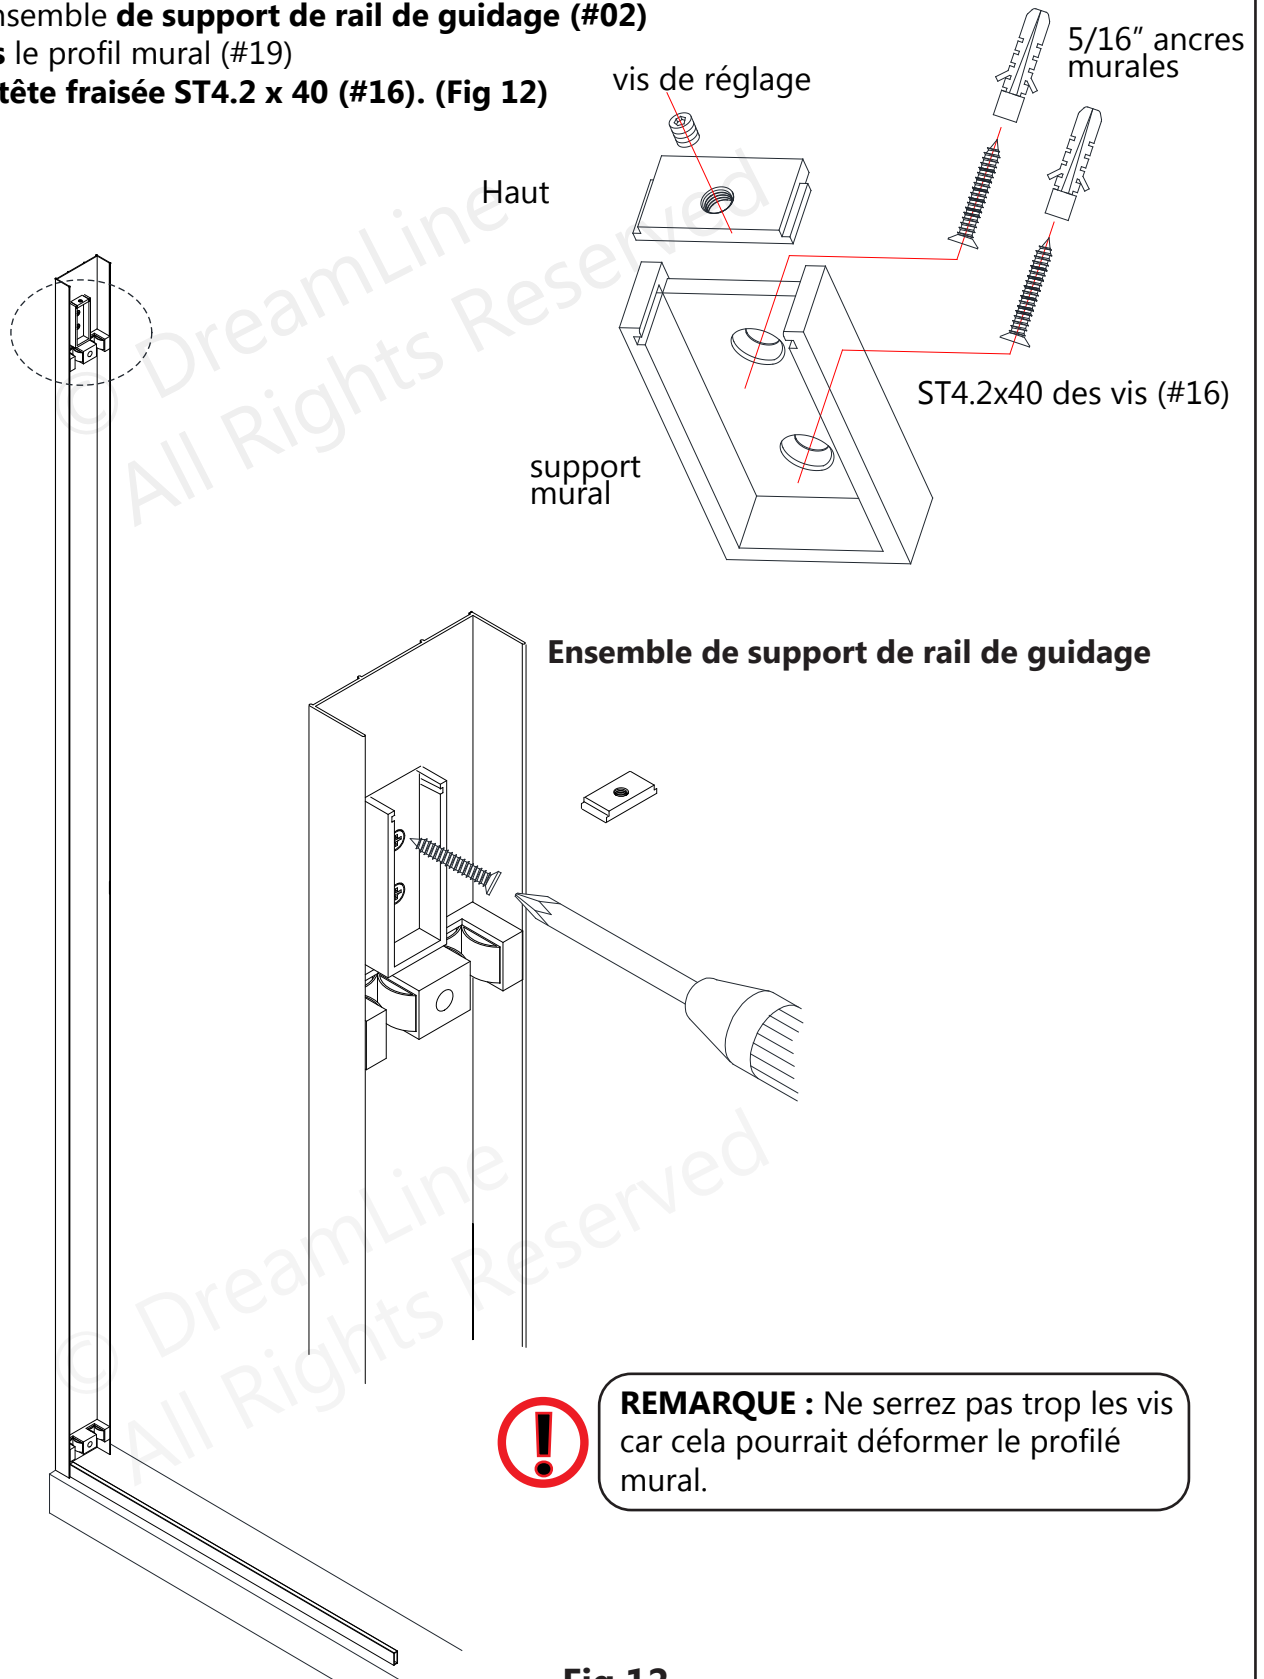

Fig 12
12. Retirez le haut de l'assemblage **du support du rail de guidage (#02)**. Alignez l'assemblage **du support du rail de guidage (n° 02)** avec les deux trous supérieurs **du profilé mural (n° 19)**. Fixez l'ensemble **de support de rail de guidage (#02)** **au mur à travers** le profil mural (#19) à l'aide des vis à **tête fraisée ST4.2 x 40 (#16)**. (Fig 12)